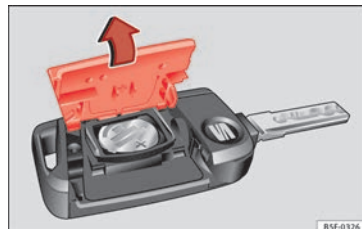

Fig. 120 Llave del vehículo: apertura de la tapa del compartimento para la pila.
- Retire la tapa en la parte trasera de la llave del vehículo » fig. 120 en la dirección de la flecha » ①.
- Coloque la tapa tal como se muestra » fig. 120 y presiónela en la carcasa de la llave del vehículo en sentido contrario a la flecha hasta que encastre.